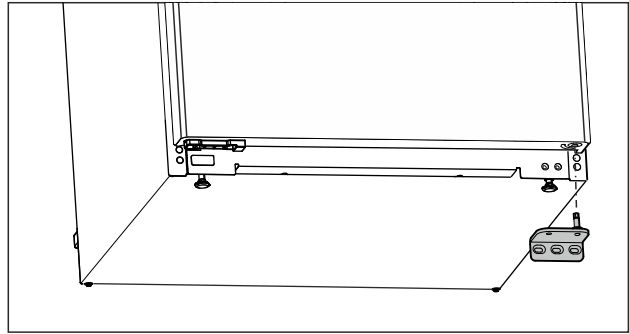

Fig. 16
- Võtke laagripukk allapoole maha. (vt. Fig. 16)